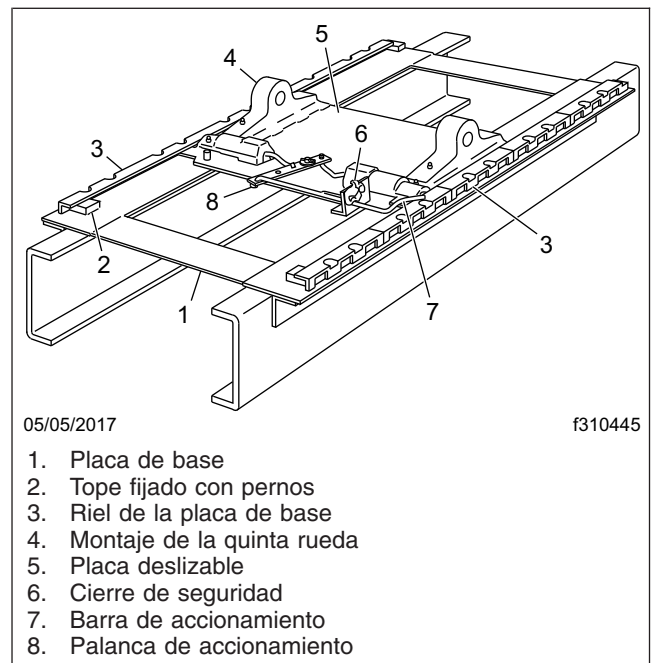

Figura 18.13, Liberación manual de la quinta rueda deslizable (Holland Simplex)
- 2.2 **Holland:** Jale la barra de accionamiento hacia afuera. Asegúrese que ambos pasadores laterales de la placa deslizable se hayan liberado. Vea la **Figura 18.13**.